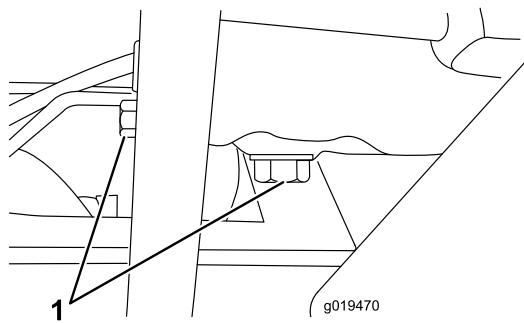

Bild 54
1. Entfernen Sie die Ablassschraube (Bild 54) und lassen Sie das Öl in die Auffangwanne ab. Schrauben Sie die Ablassschraube wieder ein, nachdem das Öl abgelaufen ist.